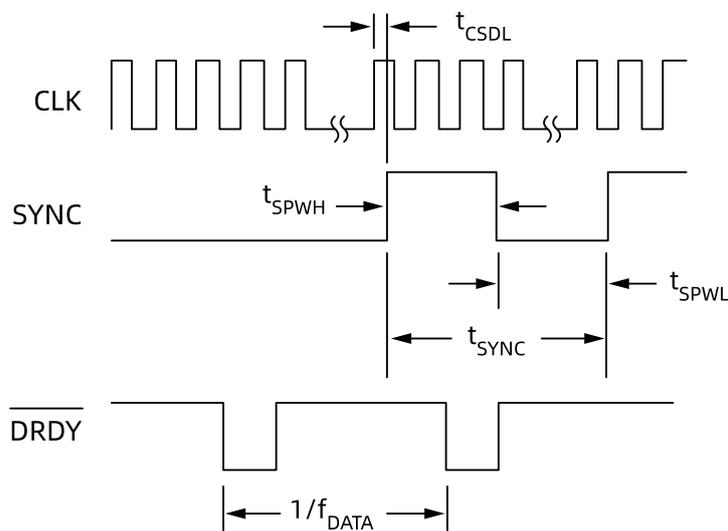

图26. 使用 SYNC 时钟的连续同步时序
- 2、连续同步模式：一个自由运行的时钟应用于 SYNC 输入，而不会导致重新同步。参考图26。
在连续同步模式下，可以应用单个同步脉冲或连续同步时钟。在此模式下使用 SYNC 引脚。当应用单个同步脉冲（上升沿）时，器件会以与脉冲同步模式相同的方式重新同步。仅当 SYNC 上升沿之间的时间不是转换周期的整数倍时，才会发生 ADC 重新同步。当重新同步发生时， \overline{DRDY} 继续以数据速率的周期切换，并且 DOUT 输出保持低电平，直到数据准备好（63 个 DRDY 周期之后）。在第 63 次读数时，转换数据有效，如图 26. 所示。
如果同步时钟应用于 SYNC 引脚，则器件仅在 $t_{SYNC} \neq N / f_{DATA}$ 的条件下重新同步，其中 $N = 1, 2, 3$ 等等。重新同步时， \overline{DRDY} 继续选通，但 DOUT 上的数据保持低电平，直到滤波器复位后新数据有效。如果同步时钟的周期与数据速率的整数倍匹配，则 ADC 不会重新同步。请注意，由于首次应用 SYNC 时钟后 \overline{DRDY} 的初始延迟，应用时钟的相位和输出数据速率 (\overline{DRDY}) 未对齐。图26. 显示了连续同步模式的时序。